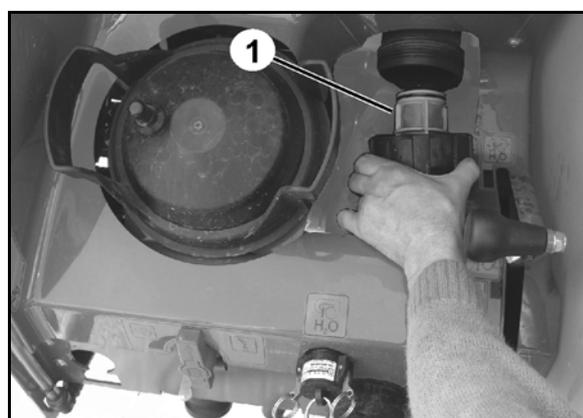

図 149
2. 圧力フィルター (図 149/1) を取り外し、水で清掃します。
2. 圧カフィルター (図 149/1)